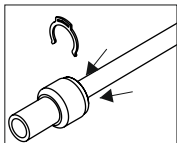

Abb. 2
- 2) Ziehen Sie symmetrisch den Kupplungsflansch des Schnellspanners (Abb.2) an.